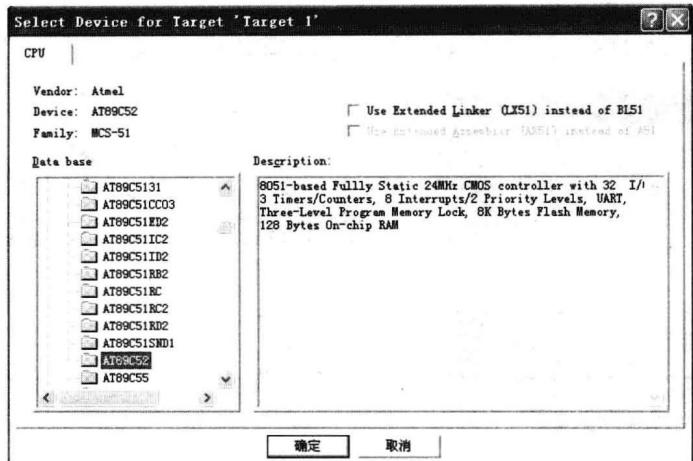

图 1-4 Select Device for Target ‘Target 1’ 对话框
(3) 单击【保存】按钮后, 弹出如图 1-4 所示的对话框, 在该对话框中选择单片机的厂家和型号。